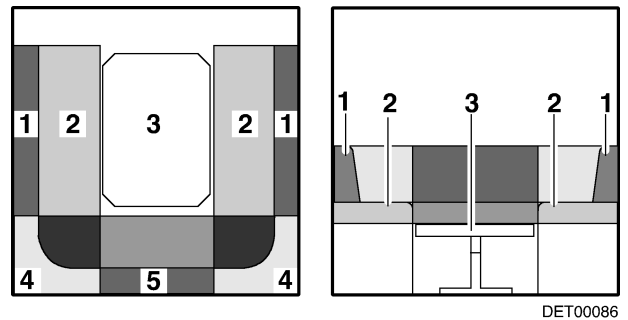

Bild 80 Während des Umbaus
- Die Sitzpolster (Bild 80,2) zur Mitte ziehen.
- Die Rückenpolster (Bild 80,1) zwischen die Sitzpolster und die Außenwand legen.
- Die Rückenpolster (Bild 80,4 und 5) abnehmen und beiseite legen.